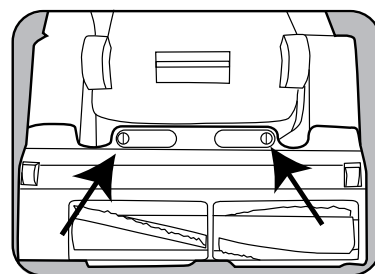

Fig. 3
- Faites glisser les clips l'un vers l'autre (Fig. 3).